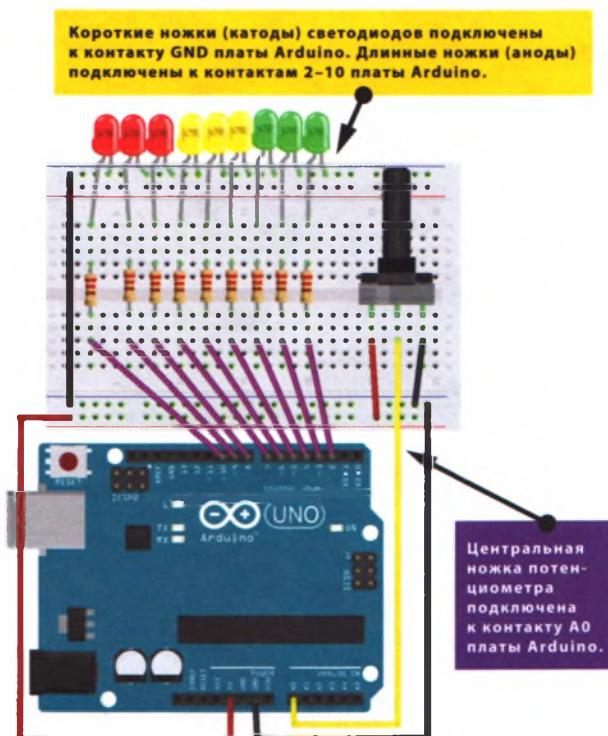

РИСУНОК 3.2
- Установите на макетную плату по одному резистору с сопротивлением 220 Ом на каждый светодиод, одна ножка резистора должна быть соединена с длинной ножкой (анодом) светодиода. Другую ножку каждого резистора подключите к цифровым контактам 2–10 соответственно, как показано на рис. 3.2. Важно, чтобы резисторы при подключении как бы образовали «мостики» через канавку макетной платы, как показано на рисунке.